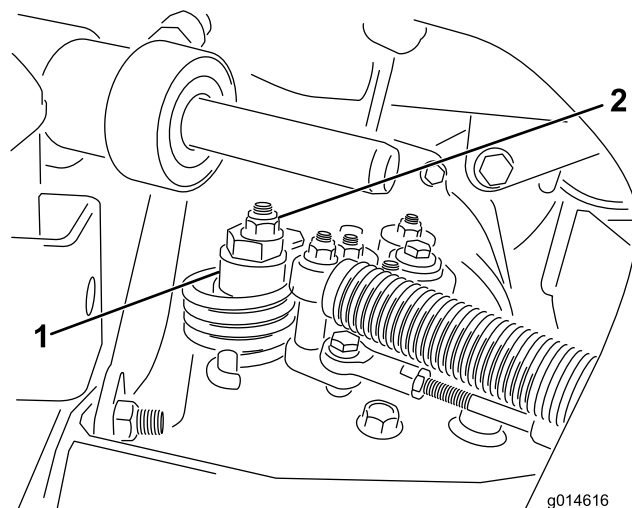

Figura 38
- A. Liberte a porca que fixa o disco excêntrico ao cimo do hidróstato (**Figura 38**).
- C. Rode o disco excêntrico até eliminar a deslocação em qualquer um dos sentidos. Quando a roda deixar de rodar, aperte a porca, bloqueando deste modo o disco excêntrico e fixando a posição de ajuste (**Figura 38**). Verifique se o ajuste é o adequado colocando o acelerador nas posições LENTO e RÁPIDO.